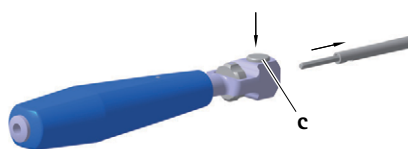

Fig. 2
- ▶ Premir o botão de pressão **c** e retirar o punho **1**, ver Fig. 2.